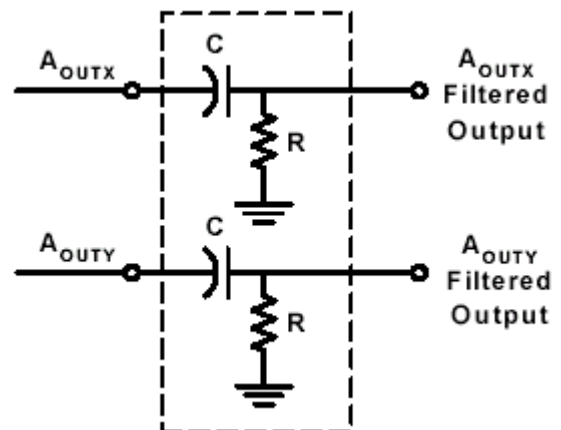

图 3：高通滤波器
**AC 耦合：** 当应用在只测量动态加速度（振动）的环境中时，我们推荐使用 AC 耦合传感器输出的信号，参考图 3。AC 耦合的优点是在无加速度的情况下，不同部分的变化可以滤掉，相对于温度的偏差也可以滤掉。图 3 是高通滤波器在截止点 -3 dB 时根据  $f=1/2\pi RC$  等式绘制。在许多应用中，对高通滤波器在截止点 -3 dB 时以比较低的频率测试，以测试很低频率的加速度传感器。一些时候，高通滤波器将导致不合理的大电容器，设计者要在截止点 -3 dB 达到很低的频率，必须使高通滤波器数字化。